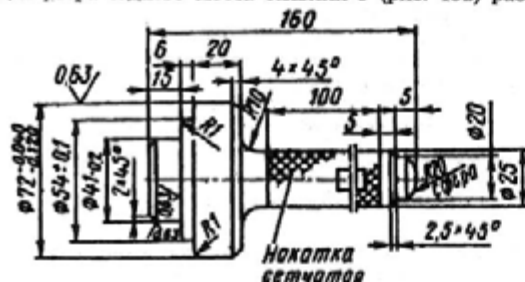

Рис. 136. Оправка для запрессовки сальника полуоси в гнездо фланца картера заднего моста
4. Установите, пользуясь оправкой (рис. 136), во фланец картера заднего моста сальник 5 (рис. 132) рабочей